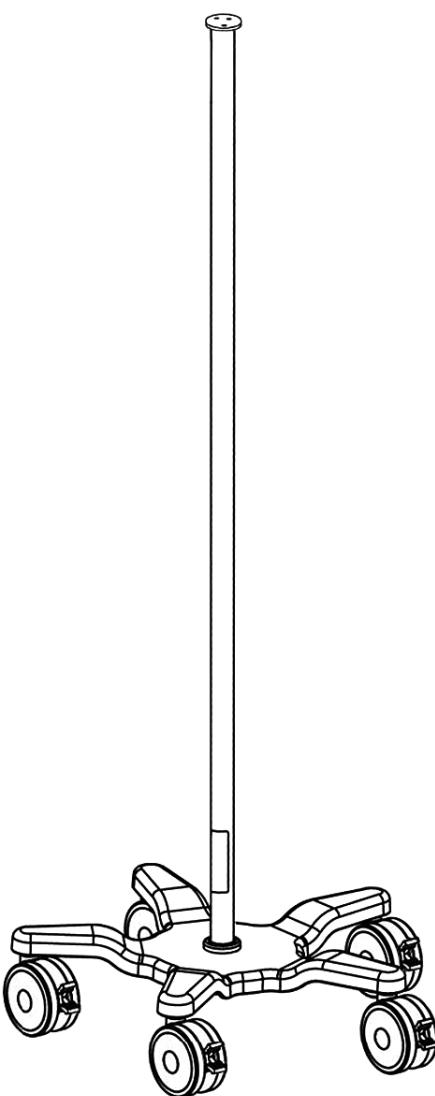

Figure 7 • Figure 7 • Abbildung 7 • Figura 7 • Figura 7 • Afbeelding 7
• **Figur 7 • Figur 7 • Εικόνα 7 • Figura 7 • Obrázek 7 • 7. ábra • Rysunek 7**
• **7. attēls • Şekil 7 • Рисунок 7 • 図7 • 图7**